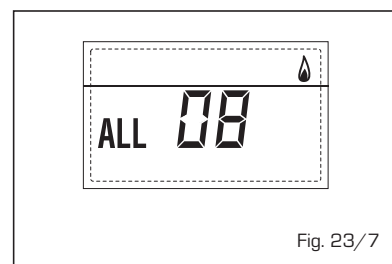

Fig. 23/7
- **ANOMALIA CIRCULAÇÃO ÁGUA "ALL 09"** (fig. 23/8)